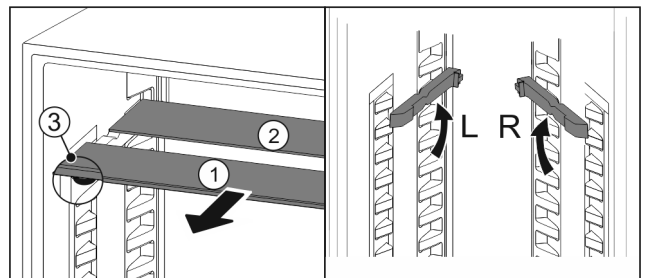

Fig. 67
- ▶ Glasplatten einzeln nach vorne herausziehen Fig. 67 (1).
- ▷ Glasplatte Fig. 67 (1) mit Zierleiste liegt vorne.
- ▷ Stopps Fig. 67 (3) zeigen nach unten.